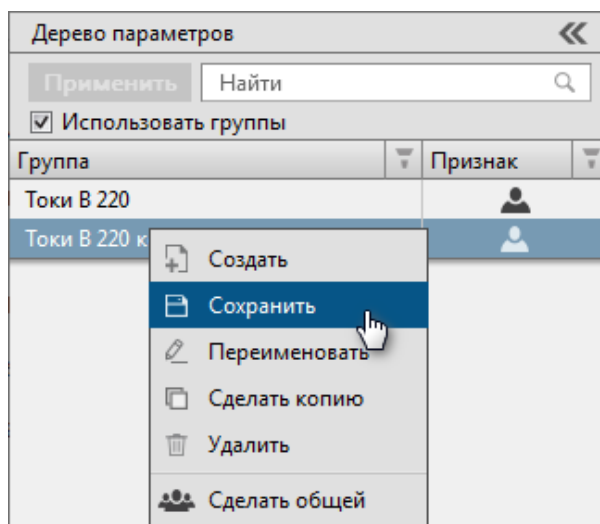

Рисунок 31 - Сохранить
3. Нажмите *ПКМ* по копии и выберите команду **Сохранить** (Рисунок 31).